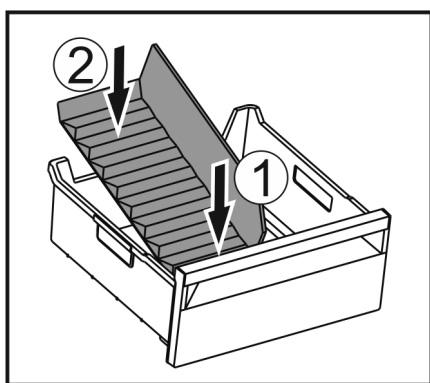

Fig. 148
- ▶ Sätt in frysfacksdelarens främre del. Fig. 148 (1)
- ▶ Sänk ned frysfacksdelarens bakre del till lådans botten. Fig. 148 (2)